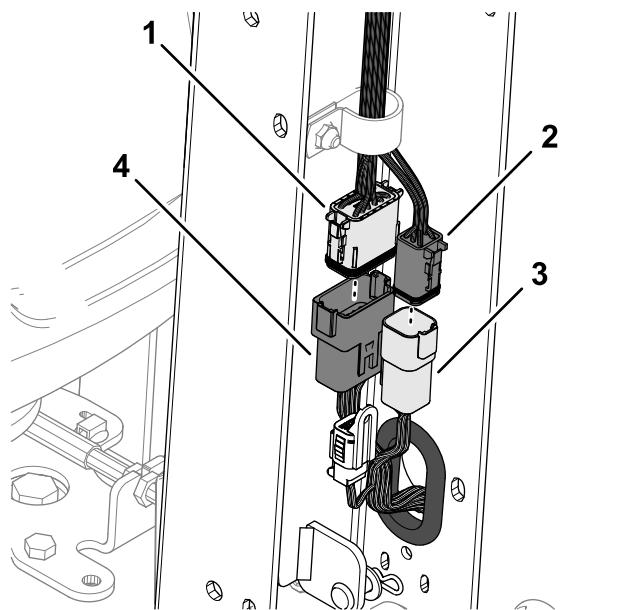

Figura 9
2. Enchufe el conector de 12 pinos del arnés de la máquina en el conector hembra de 12 vías del arnés de cables del manillar (Figura 9).